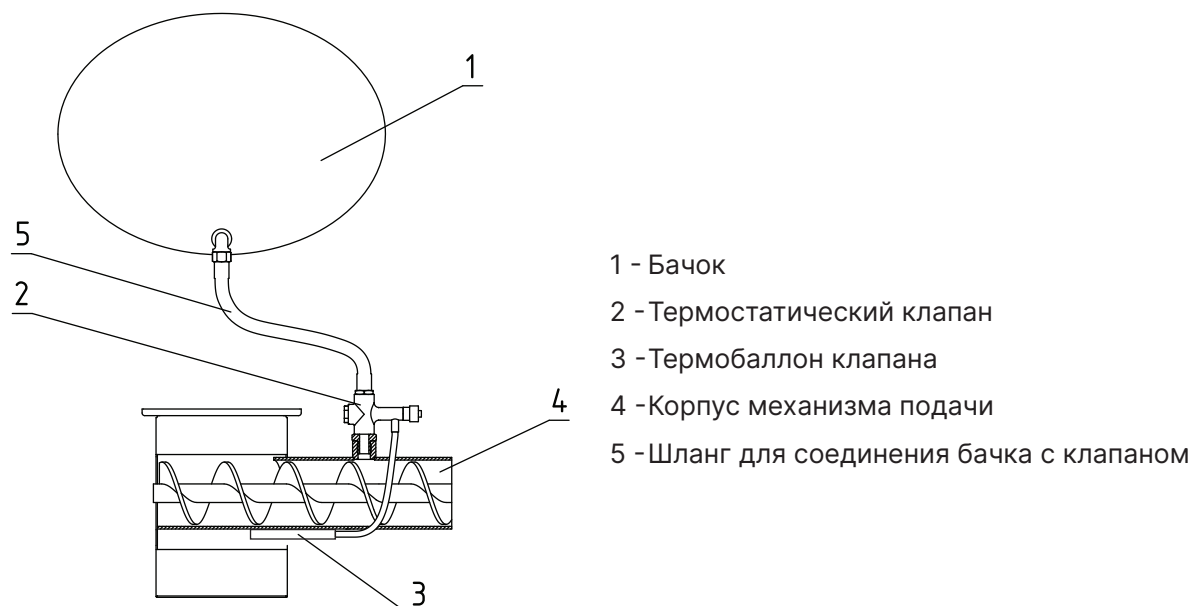

Рис.4 Система охлаждения топливопровода
- Для обеспечения полной пожарной безопасности необходимо устанавливать систему охлаждения топливопровода (доступно в качестве опции, **см. Рис.4**). Система охлаждения топливопровода, наполненная водой является основным элементом защиты котла от протекания топлива в бункер;
Внимание! Термобаллон клапана (**Рис.4, поз.3**) должен быть зафиксирован в гильзе двумя винтами.